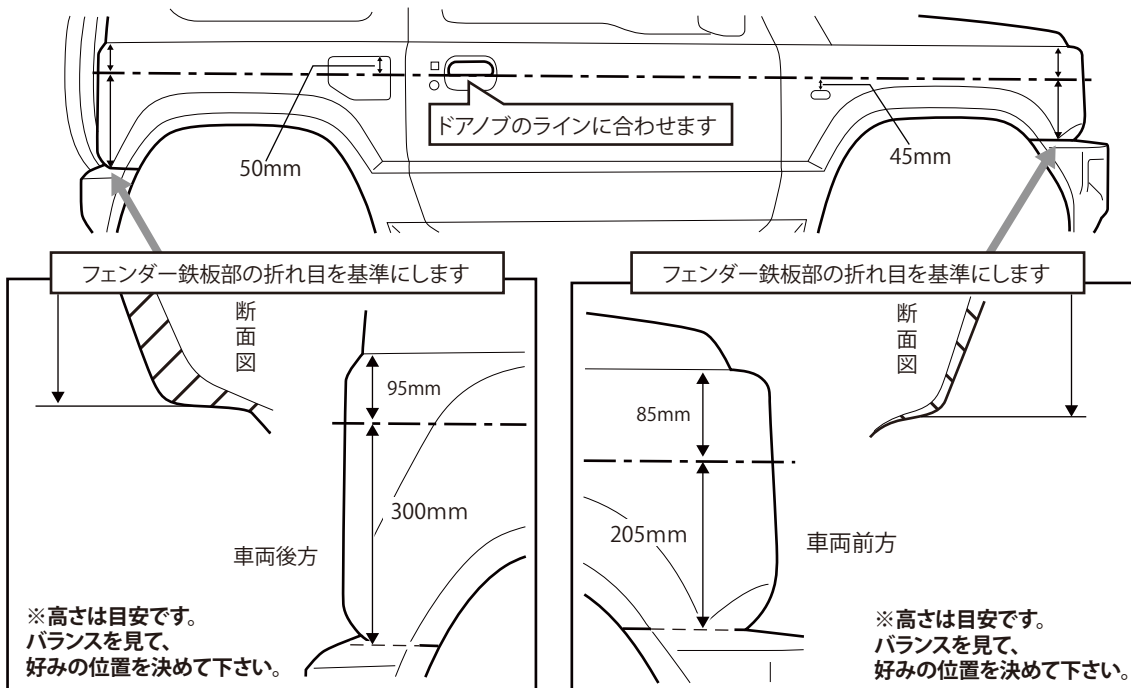

図2 ゴムモールの仮合わせ / 貼付け
ステンレスプレートより5mm以上長い場合、図2の寸法に合わせてカットして下さい。
- 図2を参考に、[B]ゴムモールを車体に仮合わせして固定し、[B]ゴムモールの上下に沿ってマスキングテープを貼ります。各[B]ゴムモール両端から10mm離して縦にマスキングテープを貼ります。([D]モールエンドキャップの糊代となります。) [B]ゴムモールを外し、マスキングテープで囲んだ面に[A]PACプライマー-N-200を塗布して10分以上乾燥させます。
- 図2、3を参考に、[C]ステンレスプレートを貼り付けます。
- ② 図2を参考に[A]フロントマッドフラップに[I]フロントマッドフラップステーと[J]下部ブラケットを取り付けます。